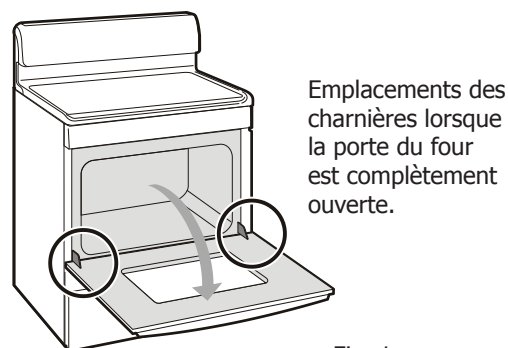

Fig. 1
1. Ouvrez complètement la porte du four (parallèlement au sol; fig. 1).
3. Lorsque les deux bras des charnières sont en place, ouvrez la porte du four (parallèle au sol; fig. 1).